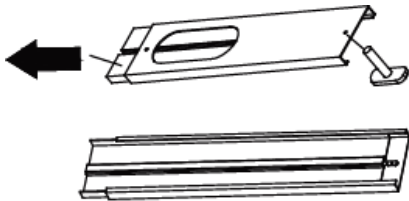

Abb. 2
- Trennen Sie die Flügelschraubenkombination (27) in ihre Einzelteile.
- Ziehen Sie das Innenteil der Fensterführung (25) heraus, bis die Bohrung im Außenteil freiliegt. Führen Sie die Schraube durch die Bohrung (Abb. 2), unter Beachtung der Richtung.